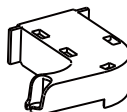

Рисунок 8 - Компоненты, поставляемые вместе с холодильником.
- **Необходимые инструменты:** крестообразная отвертка, отвертка с прямым шлицем, гаечный ключ и набор компонентов, поставляемых вместе с холодильником (см. рисунок 8).